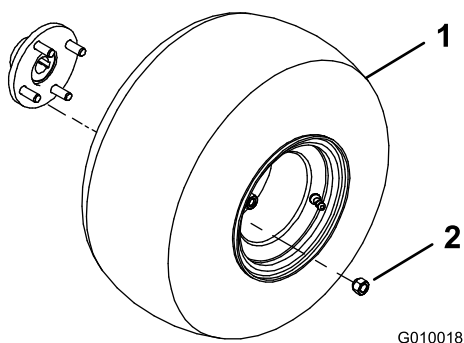

Bild 3
2. Montieren Sie ein Rad auf der Hinterradnarbe (Bild 3).
3. Setzen Sie die Radnabenmuttern ein (Bild 3) und ziehen Sie sie auf 61 bis 75 Nm an.